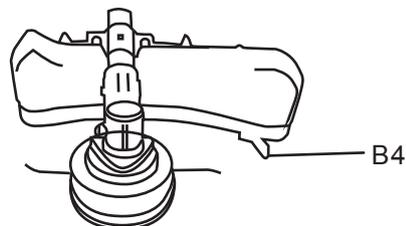

Fig. 18f
- Un coupe-fil (B4) est intégré à la protection de tonte (B1). Il permet de couper le fil à la longueur appropriée (voir Fig. 18f).